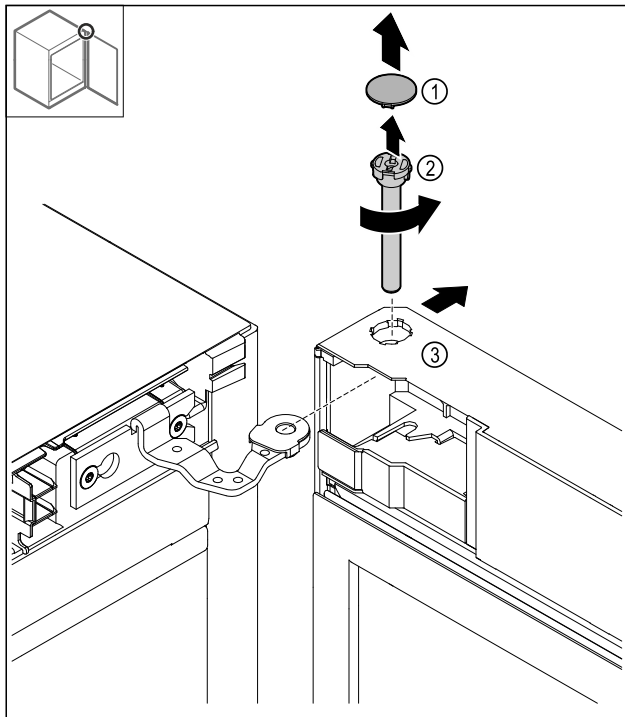

Fig. 18
- ▶ Свалете капака Fig. 18 (1).
- ▶ Развийте болта Fig. 18 (2) обратно на часовниковата стрелка и го изтеглете.
- ▶ Наклонете леко вратата Fig. 18 (3).